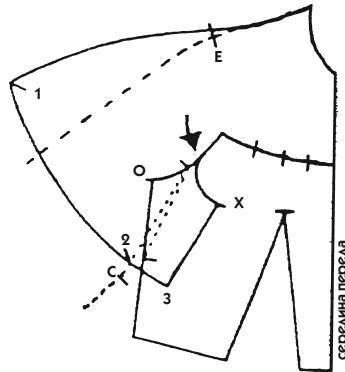

Рис. 754
1. На подготовительном лекале проведите линию проймы и соответствующего поворота рукава (толстая стрелка на рис. 754).
2. От засечки С надреза сделайте расширение рукава на расстояние, равное половине ширины ластовицы (см. рис. 754). Измерение сделайте на ластовице между засечками 2 и 3, как показано на рис. 751.